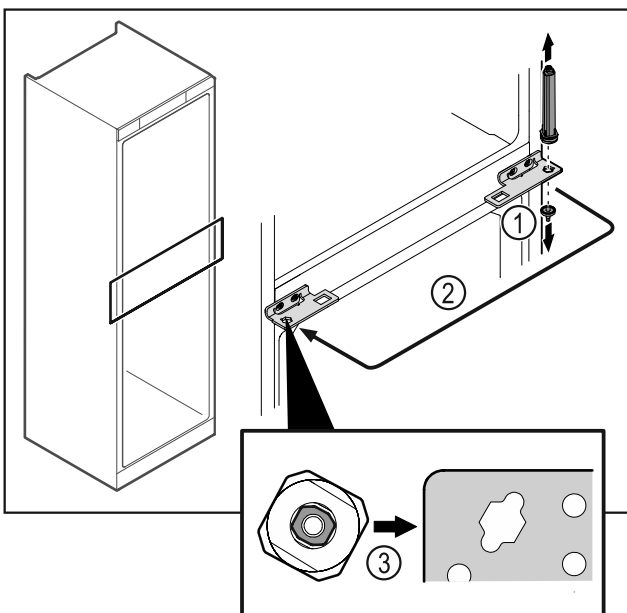

Fig. 44
- ▶ Развийте болта на пантата Fig. 44 (1).
- ▶ Преместете затварящата система на вратата Fig. 44 (2).
- ▶ При поставяне се уверете, че затварящата система на вратата е правилно подравнена Fig. 44 (3).